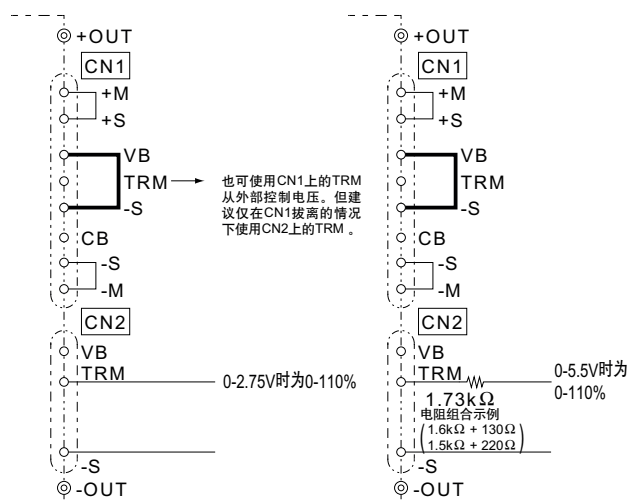

图2.1 接线1
■如果在使用外部输出电压控制功能的同时将端子TRM开路，单元将产生额定电压。如果将端子VB与端子-S连接，并将端子TRM开路(如图2.1所示)，则单元将停止产生输出电压。